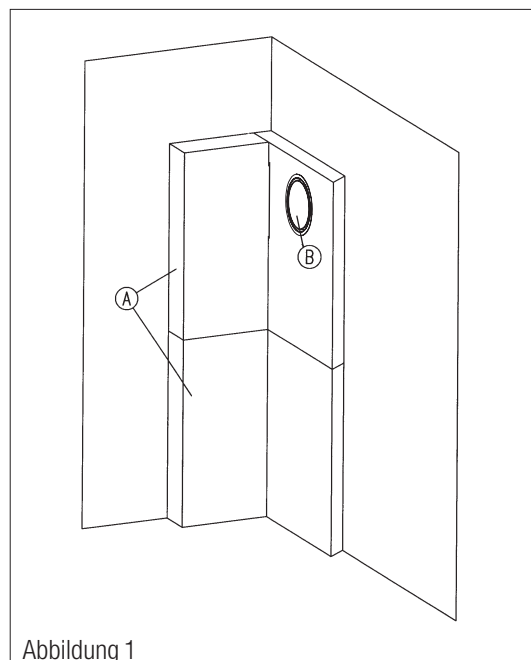

Abbildung 1
3.2 Nun befestigen Sie zunächst vier Promasil 950-KS Platten gemäss **Abb. 1** an den Stellwänden. Die Isolierung muss 5 cm über den Schornsteinanschluss ragen. Nach dem Aufstellen des Wärmeerzeugers sind die Platten nicht mehr zugänglich.